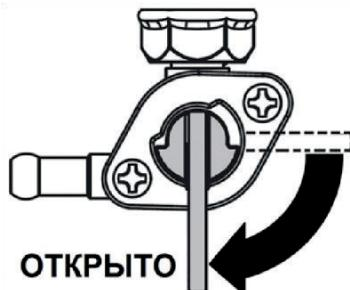

рис. 8. Кран топливного бака
1. Откройте кран топливного бака. Для этого рычаг крана переведите в вертикальное положение (Рис. 8).